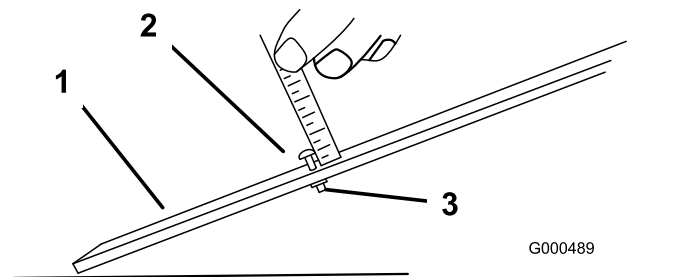

Figura 8
1. Afloje la tuerca de la barra de ajuste y ajuste el perno a la altura de corte deseada (Figura 8).